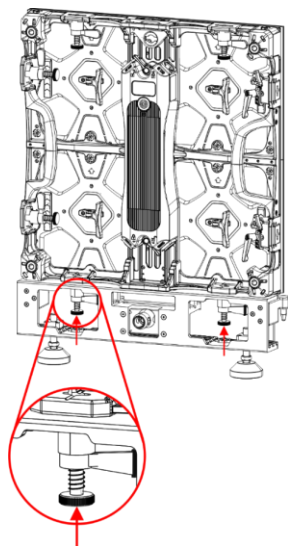

Fig. 29
- 03) Gire la **palanca (A)** del **mecanismo de bloqueo de la izquierda (06)** en sentido antihorario.
04) Empuje hacia arriba el **cierre rápido con resorte (B)** del **mecanismo de bloqueo izquierdo (06)** de la barra de rigging y gírelo 90° como se muestra en las Fig. 29 y 30.